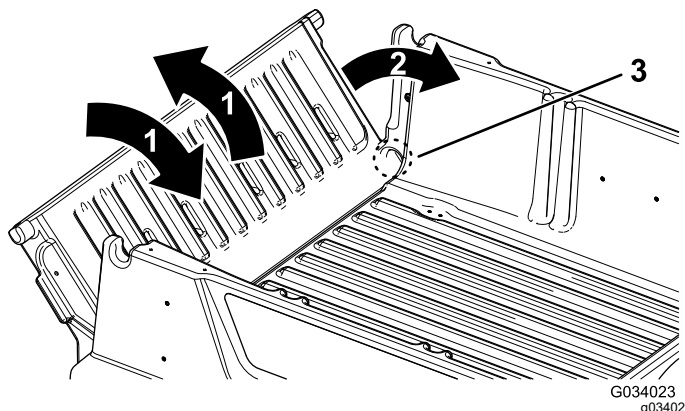

Figura 22
2. Rotiți oblonul spate la un unghi de aproximativ 45° (Figura 22).
3. Rotiți oblonul spate cu o mică mișcare de scuturare scurtă înainte și înapoi de mai multe ori (Figura 22).